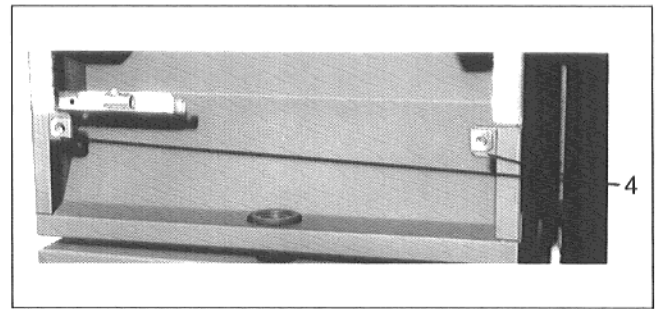

Abb. 5
- s. Abb. 5 und 6
- Im oberen Bereich an den Haltewinkeln (4) – vorher die 2 mitgelieferten Klemmen an die Haltewinkel stecken.
- Im unteren Bereich an den beiden Haltewinkeln (2) auf der Grundplatte (3).